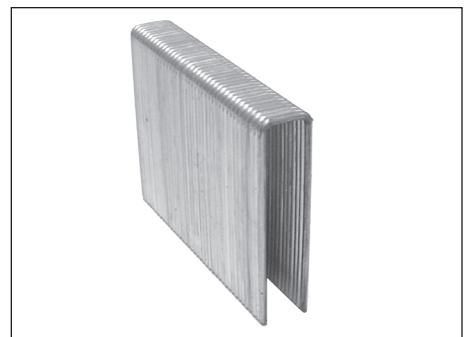

Figure 9 - Agrafes
**AGRAFES** — Un type d'attaches utilisé pour l'attache de planchers de bois dur à rainure et languette (*Voir Figure 9*).